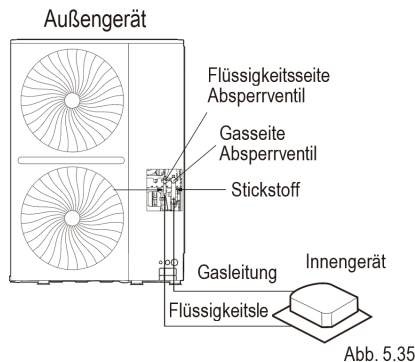

Abb. 5.35
8. Spülen Sie die anderen Öffnungen auf die gleiche Weise und arbeiten Sie dabei der Reihe nach von Innengerät A zu den Außengeräten. Siehe Abb.5.35